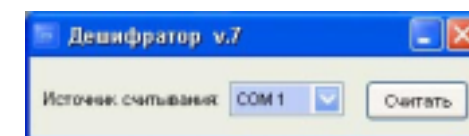

Рисунок 2
3.4 В выпадающем меню ИСТОЧНИК СЧИТЫВАНИЯ выбрать используемый последовательный порт COM1 или COM2 (рисунок 2).